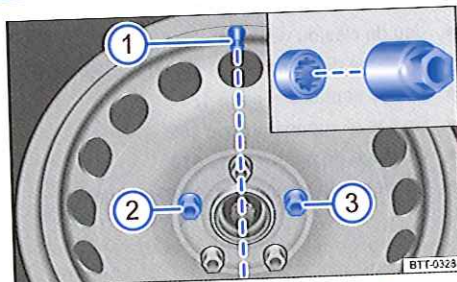

Fig. 258 Changement d'une roue : valve de pneu ① et emplacements de montage du boulon antivol de roue ② ou ③.
Avant de remettre en place l'enjoliveur de roue plein, vous devez visser le boulon antivol de roue en position → fig. 258 ② ou → fig. 258 ③. Il n'est sinon pas possible de monter l'enjoliveur de roue plein.
L'enjoliveur de roue plein doit être enfoncé sur la jante de telle sorte que la découpe de valve se trouve au-dessus de la valve du pneu → fig. 258 ①. Lorsque vous remettez en place l'enjoliveur de roue plein, veillez à ce qu'il s'encliquette correctement sur toute sa circonférence. ◀
En présence de roues avec enjoliveur de roue plein, le boulon antivol de roue doit être vissé sur la position $\Rightarrow$ fig. 258 ② ou ③ par rapport à la position de la valve du pneu ①. Il n'est sinon pas possible de monter l'enjoliveur de roue plein.